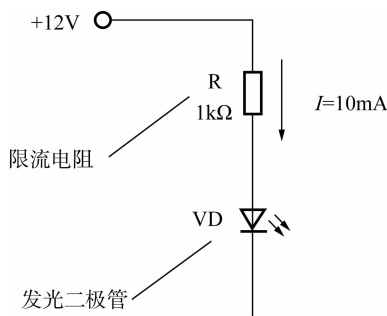

图 1-1-2 电阻器限流
(1)在图 1-1-2 所示的发光二极管电路中,R 为“限流电阻”。由欧姆定律 $I=U/R$ 可知,当电压一定时,流过电阻器的电流与其电阻成反比。由于限流电阻 R 的存在,发光二极管 VD 中的电流被限制在 10mA,保证了 VD 正常工作。